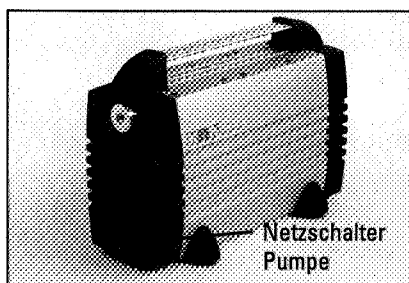

Abb. 4:
- ③ Verkabelung auf richtige Anschlüsse.
- Für Wechselstromausführungen: Pumpe einschalten am Netzschalter der Pumpe (siehe Abbildung 4).